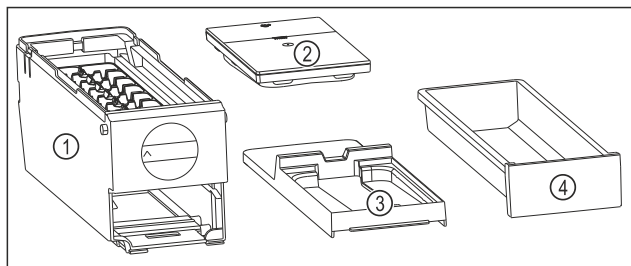

Fig. 114 Súčasti EasyTwist-Ice
- EasyTwist-Ice je rozložený na štyri časti. (pozri Fig. 114)
- Rozložte EasyTwist-Ice len na tie súčasti, ktoré sú na obrázku. (pozri Fig. 114)
- Korpus EasyTwist-Ice Fig. 114 (1) vyčistite ako celok.